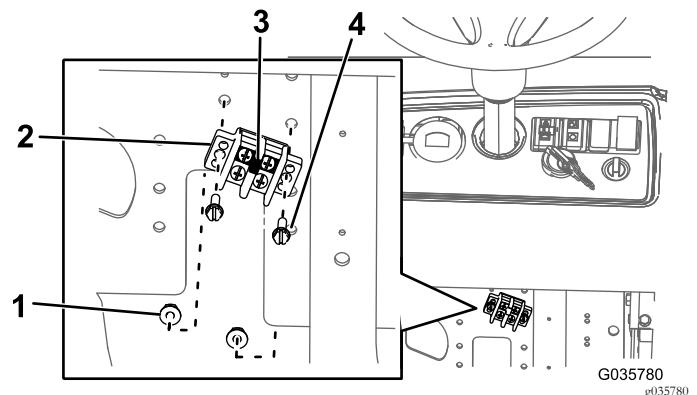

图14
- 将跳线条安装到地线盒上图14。
- 如图14 所示用 2 个螺栓#10 x 3/4 英寸和 2 个螺母#10 将地线盒安装到安装板上。